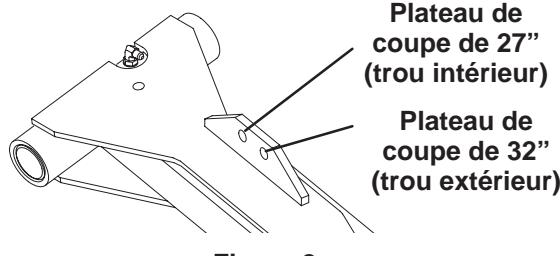

Figure 8
- Fixez l'autre extrémité de la chaîne au trou de l'ergot de fixation du bras de relevage à l'aide des axes de chape et des goupilles fendues. Utilisez le trou approprié dans le bras de relevage, comme illustré à la Figure 8.